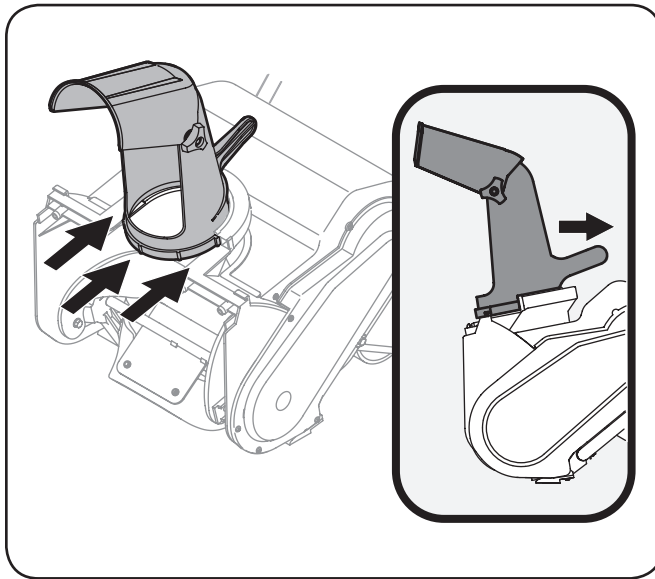

Figura 3-8
5. Instale el canal en el alojamiento de la barrena con la manija mirando hacia la parte posterior de la máquina quitanieve. Consulte la Figura 3-8.